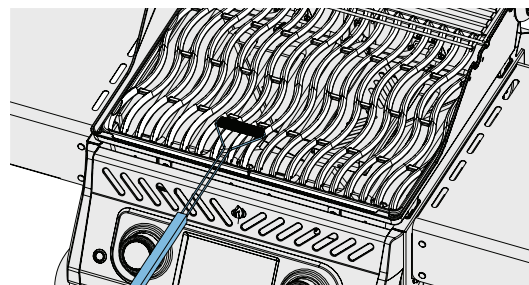

Fig. 4
- As grelhas de aço inoxidável podem ser limpas pré-aquecendo a churrasqueira e usando uma escova de arame para remover resíduos. (Fig. 4)